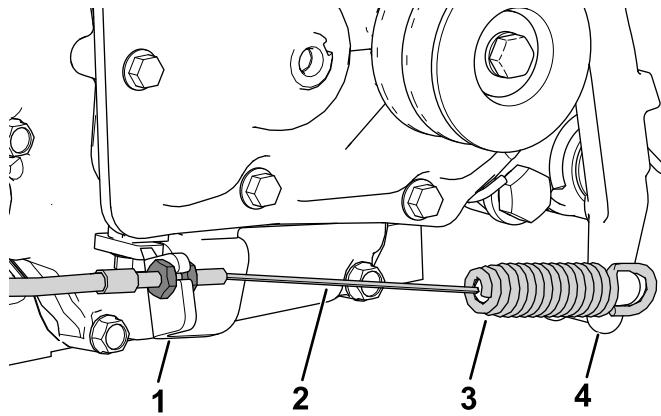

图 6
6. 将离合器拉索安装到离合器板上图 6。
11. 将离合器拉索的弹簧端安装到离合器杆上 图 6。